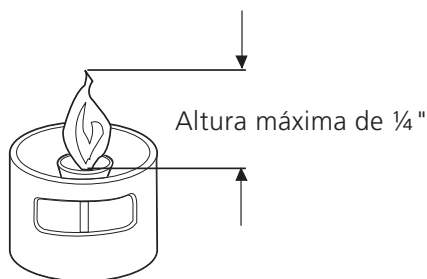

Figura 14
5. Ajuste el piloto a aproximadamente una llama de  $\frac{1}{8}$ " –  $\frac{1}{4}$ " (vea figura 14) de manera que una pequeña coloración amarilla aparezca en la parte alta de la llama del piloto.